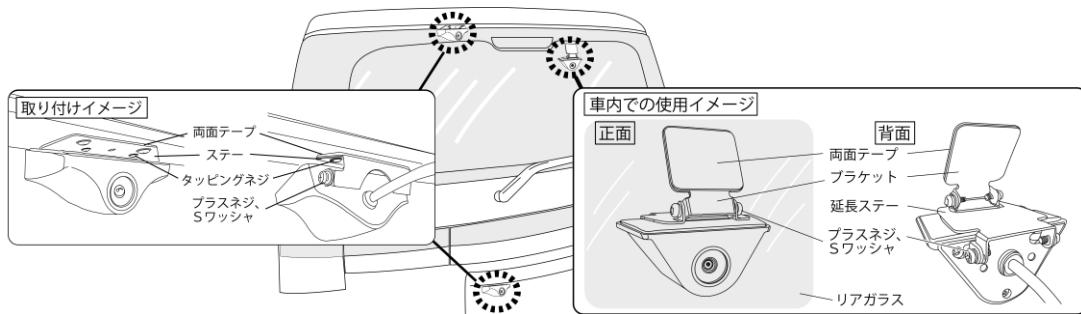

図 15
- ・付属のタッピングネジ、両面テープを使用して、リアカメラを車両に取り付けしてください。リアガラスへ貼り付けて使用する場合は、カメラステーをリアガラス固定用ステーへ交換し、付属の両面テープを使用してリアカメラをリアガラスの内側に取り付けしてください (図 15 参照)。
- ・リアカメラの角度を調整する場合は、各ステー、プラケットを固定しているプラスネジを反時計回転方向に回して緩め、任意の角度に調整してください。調整後、各プラスネジを時計回転方向に回して確実に締め付けてください (図 15 参照)。